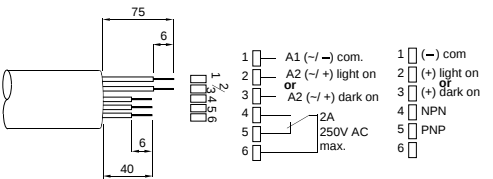

Figure 2
- Effectuer le raccordement, hors tension, conformément aux indications portées sur l'étiquette interne (Figure 2).
- Connect the device, with the power off, as shown on the diagram inside of the terminal cover (figure 2).
- Die Verdrahtung ist bei spannungslos geschaltetem Gerät entsprechend dem am Sensor angebrachten Anschlußplan durchzuführen (Abb. 2).